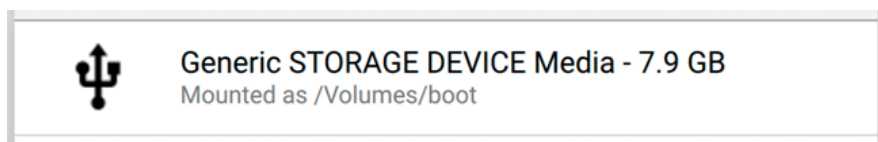

Рис. 3.8. Выбор SD-карты
8. Далее появится список, который должен содержать используемую вами SD-карту (см. рис. 3.8). Выберите ее, чтобы продолжить.